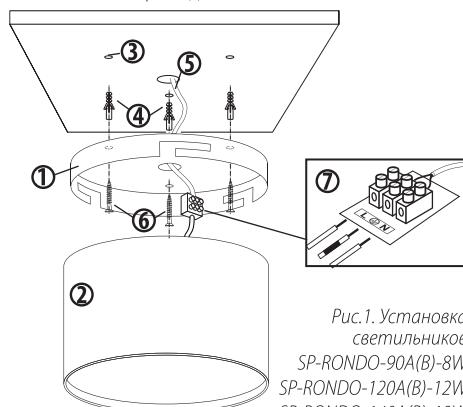

Рис.1. Установка светильников SP-RONDO-90A(B)-8W
- 3.2. Поверните основание ① (см. Рис.1,2) относительно корпуса светильника ② против часовой стрелки и отделите его от светильника.